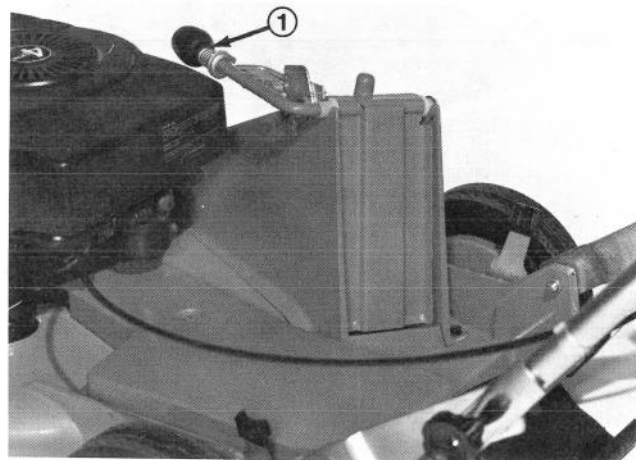

Abb. 20
2. Luftstrecke zwischen den Elektroden auf 0.76mm stellen (Abb. 20). Zündkerze mit Dichtung einstellen und anziehen zu 20.4 N·m.